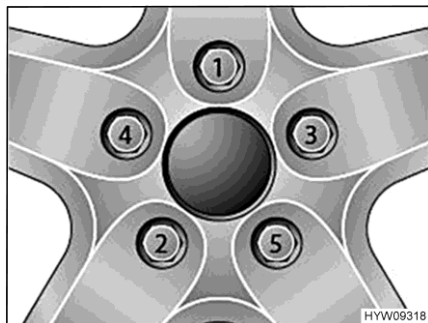

Bild 114 Dra fast hjulmuttrarna eller hjulbultarna korsvis
- Dra fast hjulmuttrarna eller hjulbultarna i den ordning som anges i Bild 114. Använd en momentnyckel och observera det angivna åtdragningsmomentet (se avsnitt 14.5).
- Kontrollera regelbundet att hjulmuttrarna eller hjulbultarna är ordentligt åtdragna. Om du har bytt däck ska hjulmuttrarna eller hjulbultarna dras åt efter 5 mils körning. Följ den ordning som anges i Bild 114.
- Då nya eller nylackerade fälgar används bör hjulmuttrarna eller hjulbultarna dras åt efter ca 100 till 500 mil. Följ den ordning som anges i Bild 114.